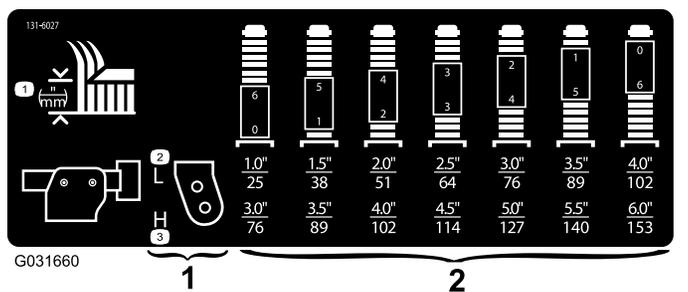

Рисунок 18
3. Поместите оси поворотных колес в одинаковые отверстия во всех поворотных вилках; для определения соответствия отверстий и высоты скашивания см. таблицу (Рисунок 18).
Примечание: Для определения правильных комбинаций проставок в зависимости от настройки высоты скашивания см. таблицу (Рисунок 18).